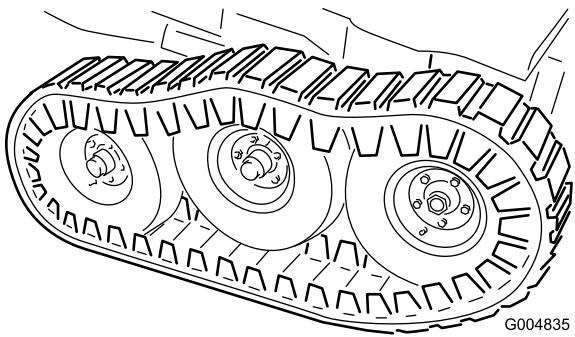

Figura 125
40. Baje el gato hasta que el bastidor quede apoyado sobre las ruedas delanteras. Instale las arandelas planas (1/2 pulgada) y las contratuerca en el espárrago del pivote del bogie (Figura 125) y apriételas a 102 N·m (75 pies-libra).